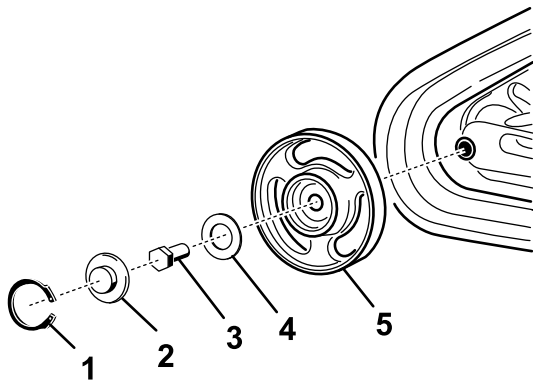

**Figura 58**
6. Empuje la rueda de rodaje delantera todo lo posible hacia atrás (Figura 58).
8. Una vez retirada la oruga de la rueda de rodaje, retírela de la máquina (Figura 58).
9. Empezando en la rueda motriz, pase la oruga nueva alrededor de la rueda, asegurándose de que los dientes de la oruga encajen entre los espaciadores de la rueda (Figura 58).
10. Introduzca la oruga por debajo y entre las ruedas de rodaje trasera y central (Figura 58).